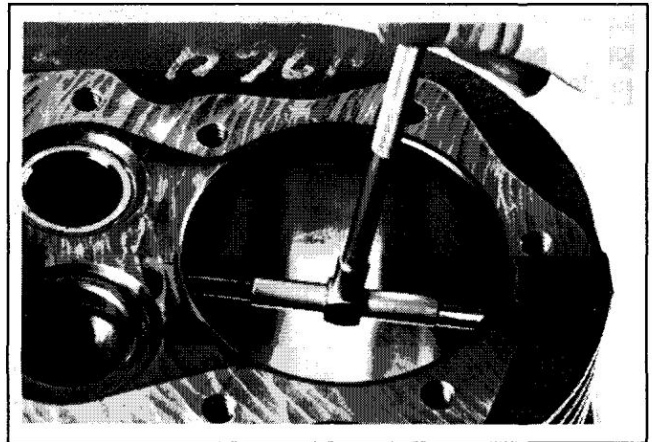

Figure 11-3. Mesure de l'alésage du cylindre.
4. Après le redimensionnement, vérifiez la rondeur, la conicité et la taille de l'alésage. Utilisez un micromètre intérieur, une jauge télescopique ou une jauge d'alésage pour prendre des mesures. Reportez-vous à la Figure 11-3. Les mesures doivent être prises à trois endroits du cylindre : en haut, au milieu et en bas. Deux mesures doivent être prises (perpendiculaires l'une à l'autre) à chacun des trois emplacements.